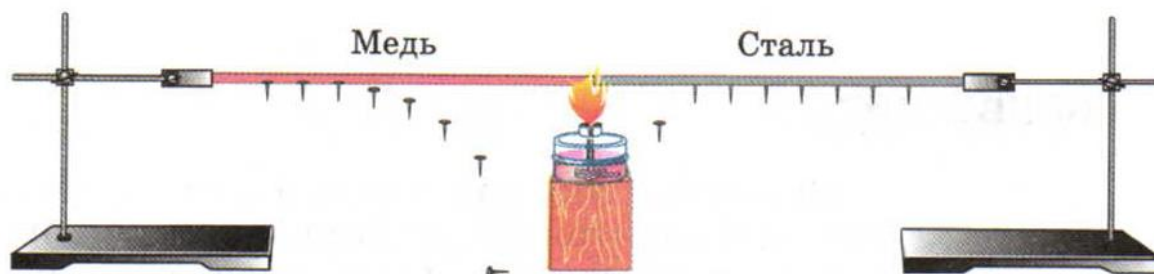

Рис. 8. Теплопроводность разных металлов
2. Объясните опыт (см. рис. 8), показывающий, что теплопроводность меди больше, чем теплопроводность стали.